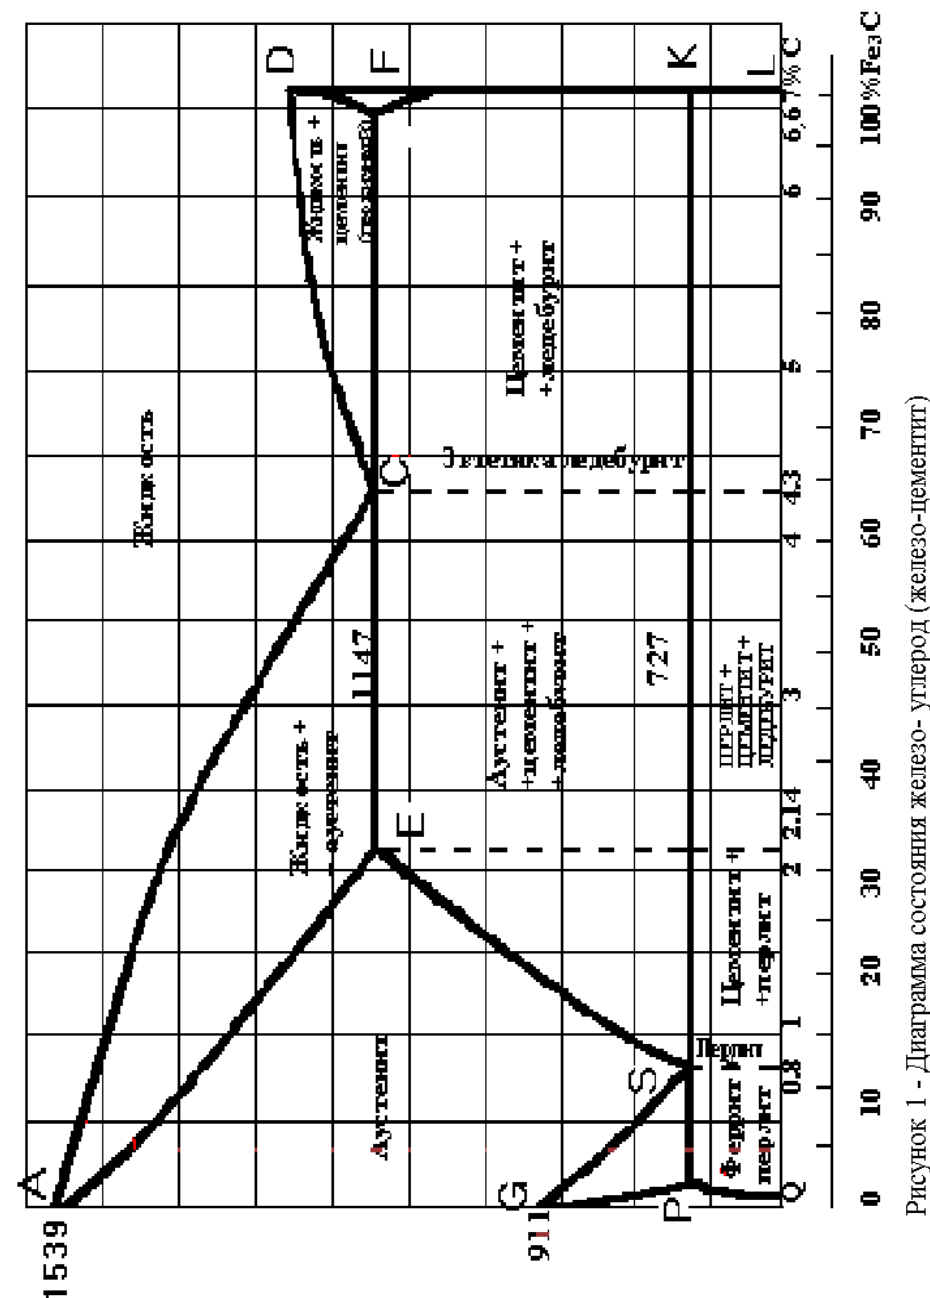

Рисунок 1 - Диаграмма состояния железо-углерод (железо-цементит)
2. Оборудование, приспособления и инструмент: электроиндукционная или электродуговая печь (рисунок 1), с кислой футеровкой, печной трансформатор, ковш, литейная форма.